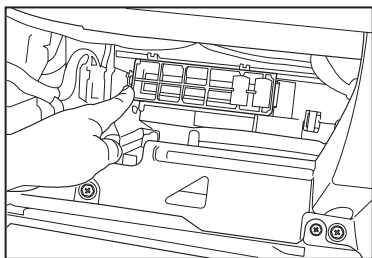

figura 2
3. Quite la tapa del FAC y luego saque el conjunto del filtro de la carcasa del ventilador. (ver figura 2)